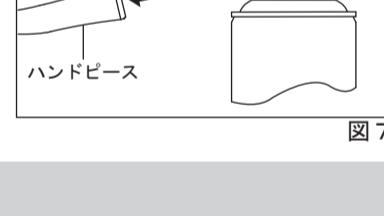

図7
- 2) E-タイプスプレーノズルをハンドピース後部へ挿し込み、ハンドピースを押さえて、ハンドピース先端よりオイルが出るまで2~3秒スプレーします。注油は先端から異物等の汚れが出なくなるまで繰り返し行います(図7)。
- 3) 最後に、パナスプレープラス(図7)または弊社製自動注油システムによる注油を行います。